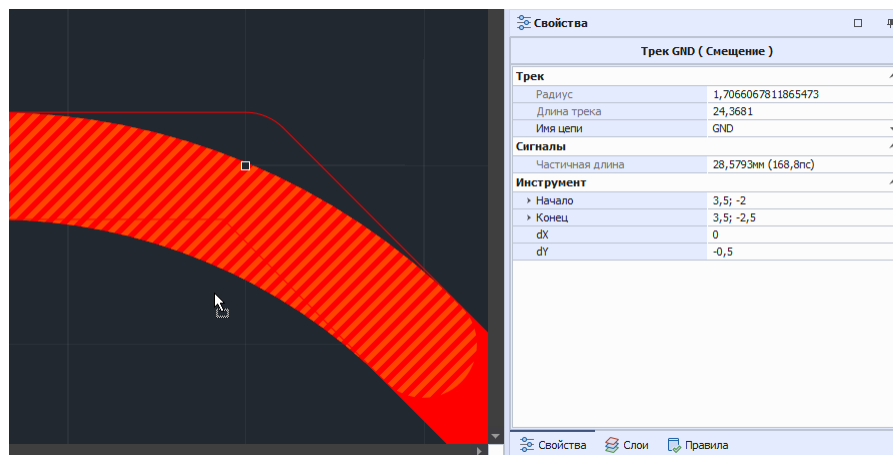

Рис. 258 Изменение скругления
2. Не активируя инструмент скругления, начните перемещать курсор с зажатой левой кнопкой мыши, см. Рис. 258.